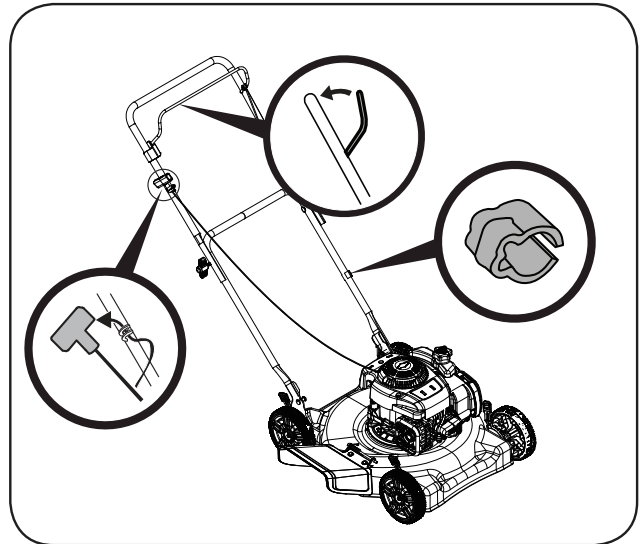

Figure 6
1. Sostenga el control de la hoja contra el mango superior (Figure 6).
2. Tire lentamente del mango de la cuerda de arranque del motor y deslice la cuerda de arranque en la guía de la cuerda (Figure 6).
3. Utilice la abrazadera del cable para asegurar el cable de control al mango (Figure 6).